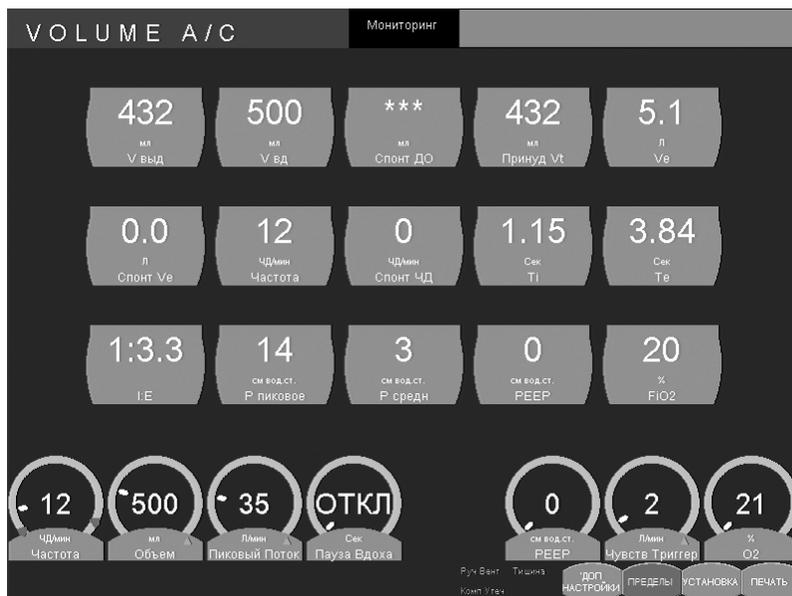

Рисунок 4.7 Экран отображения мониторируемых параметров
2. Отображается окно Screen Select (Выбор экрана), см. рисунок 4.7.